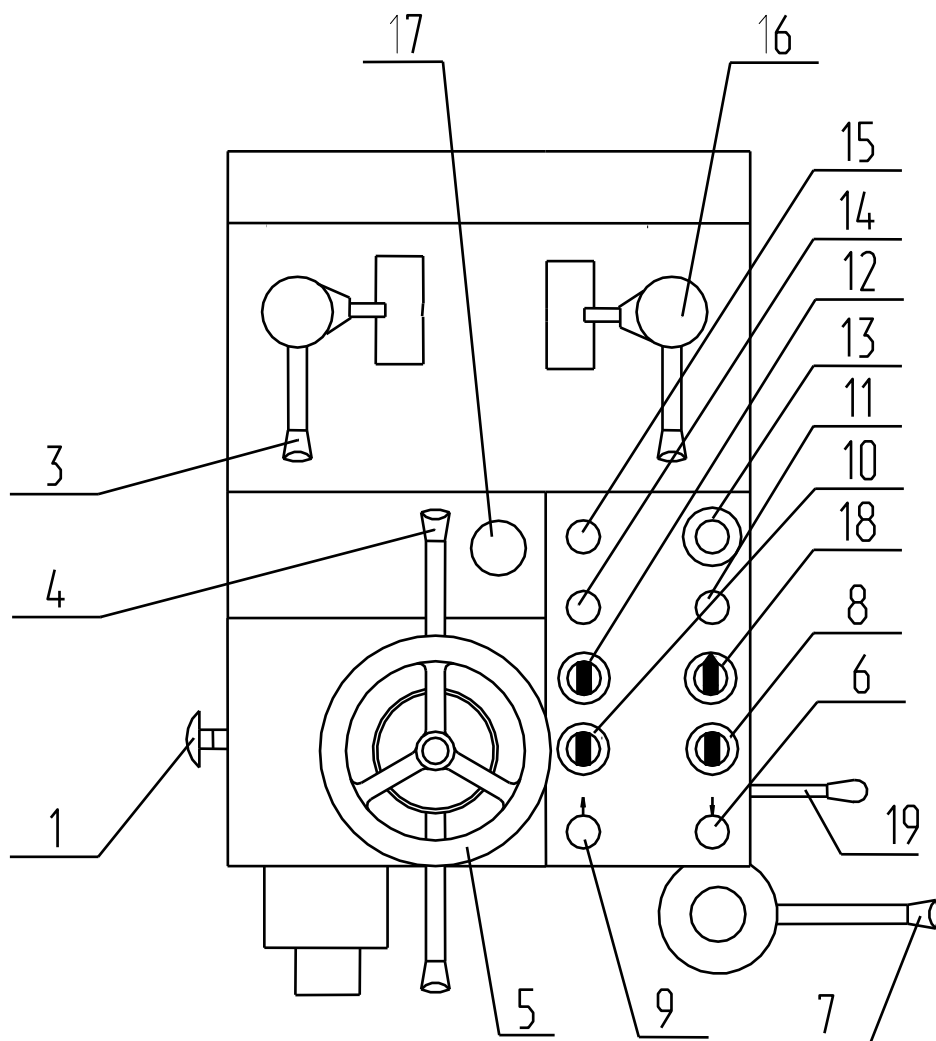

Рисунок 6.1 - Расположение органов управления
4.7.16 В станках с выбивным устройством для удаления инструмента, не работайте при расположении кнопки 1 (рисунок 6.1) в положении выбивки инструмента.
6.2 Общий вид сверлильной головки с обозначением органов управления (рисунок 6.1)
| Позиции на рис. 6.1 | Органы управления |